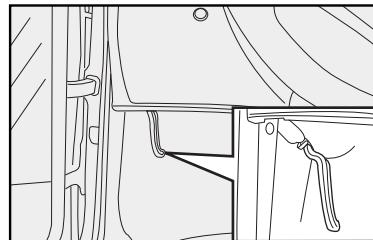

fig. 72
1) Tire de la palanca **fig. 72**.